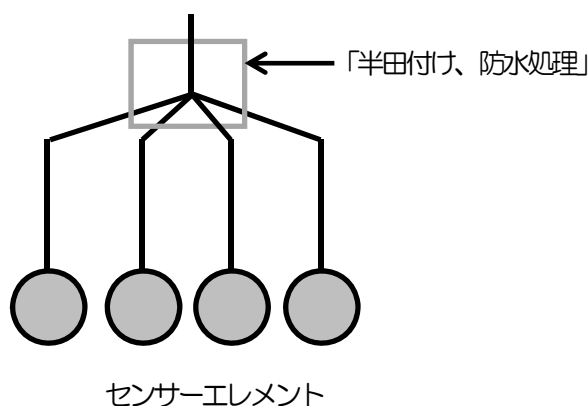

図 3.17 センサーエレメント説明図
(7) 分解図 (C46BG5201*) を参照し、センサーユニットを分解します。センサーユニット内に泥がある場合には、内部を清掃して十分乾燥して下さい。
- ① 半田付け、防水処理箇所に巻かれているビニールテープ、自己融着テープをカッター等ではがします。ケーブルに傷を付けないように慎重に作業をして下さい。(図 3.17 参照)
- ② 異常を確認したセンサーエレメントの半田付け箇所が判るまで、ビニールテープ、自己融着テープをはがして下さい。
- ③ 異常を確認したセンサーエレメントの半田付け箇所を切断して下さい。
- ④ CW-558R が接続されていないことを確認してください。切断箇所の絶縁抵抗をメガーテスター (DC500V) で確認して下さい。概ね $1M\Omega$ 以上で良好です。異常の場合は、センサーケーブルを交換して下さい。スリップリング側で絶縁抵抗を確認する場合は、切断箇所がショートしないよう注意して下さい。
- ⑤ センサーエレメント側の絶縁抵抗をメガーテスター (DC500V) で確認して下さい。概ね $1M\Omega$ 以上で良好です。異常の場合は、センサーエレメントの故障です。